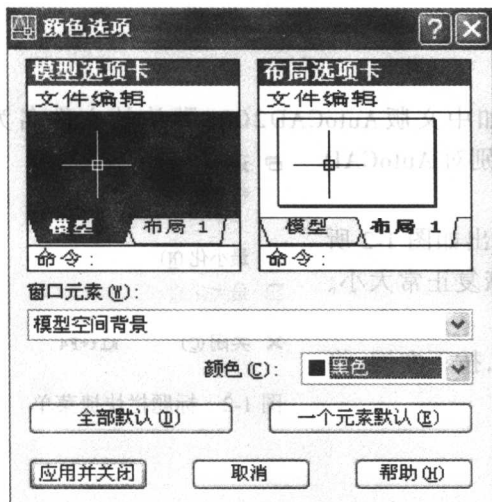

图 1-4 【颜色选项】对话框
(2) 在该对话框的【窗口元素】栏中单击【颜色(C)...】按钮,出现如图 1-4 所示【颜色选项】对话框。
(3) 在【颜色】下拉列表框中选择所需颜色。
(4) 单击【应用并关闭】按钮返回【选项】对话框。
(5) 单击【确定】按钮,退出【选项】对话框完成颜色设置。